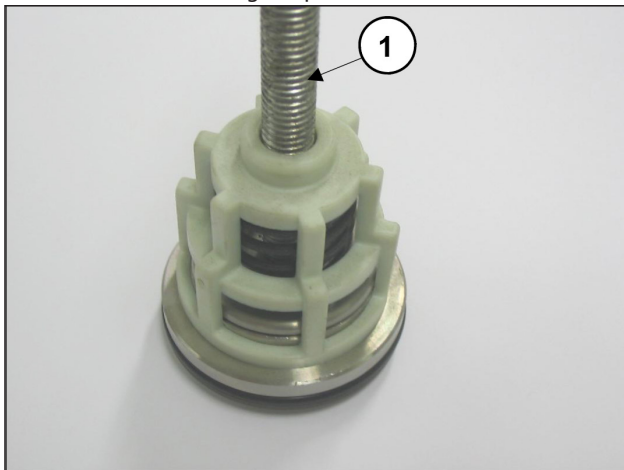

Fig. 17
- Smontare i gruppi valvola di aspirazione e mandata avvitando una vite M8 sufficientemente lunga in modo da poter agire sul piattello valvole ed estrarre il guida valvola dalla sede valvola (Fig. 17, pos. ①).